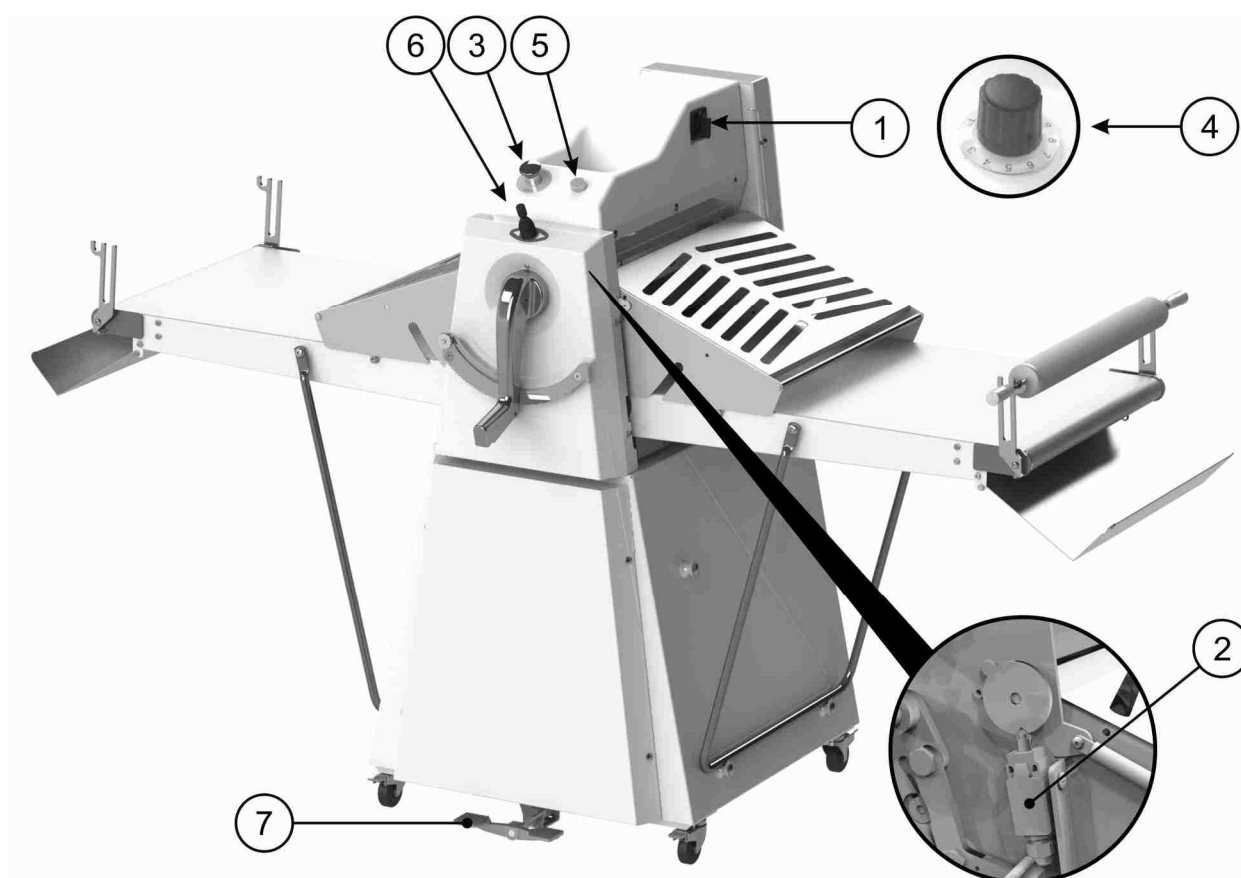

Рисунок 4
Ссылаясь на Рисунок 4, машина оборудована следующими устройствами управления и контроля:
- Проверить кнопку аварийного сигнала из. 3 Рисунок 4, которая должна быть отключена (в противном случае необходимо отключить её)
- Проверьте расположение джойстика, из.6 Рисунок 4, который должен находиться в центральной позиции (машина остановлена)
- Выставить общий выключатель в позицию I (ВКЛ) из. 1 Рисунок 4
- Нажать кнопку запуска оборудования из. 5 Рисунок 4
- Не используйте покрытия безопасности для остановки работы тестораскаточной машины и используйте аварийный сигнал исключительно в случае крайней необходимости. **Если оборудование остановлено одним из описанных выше способов, для возобновления движения необходимо нажать кнопку запуска рабочего режима из. 5 Рисунок 4**